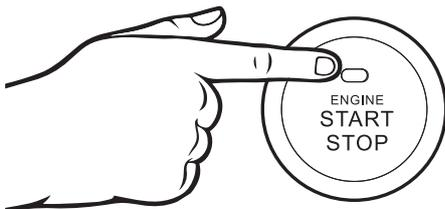

Figure 8: Bouton de démarrage électrique - POUSSER
6. Poussez et maintenez le bouton-poussoir de démarrage du moteur pendant 1 seconde et relâchez-le (voir la figure 8). Le moteur réglera automatiquement l'étranglement et commencera la séquence de démarrage.